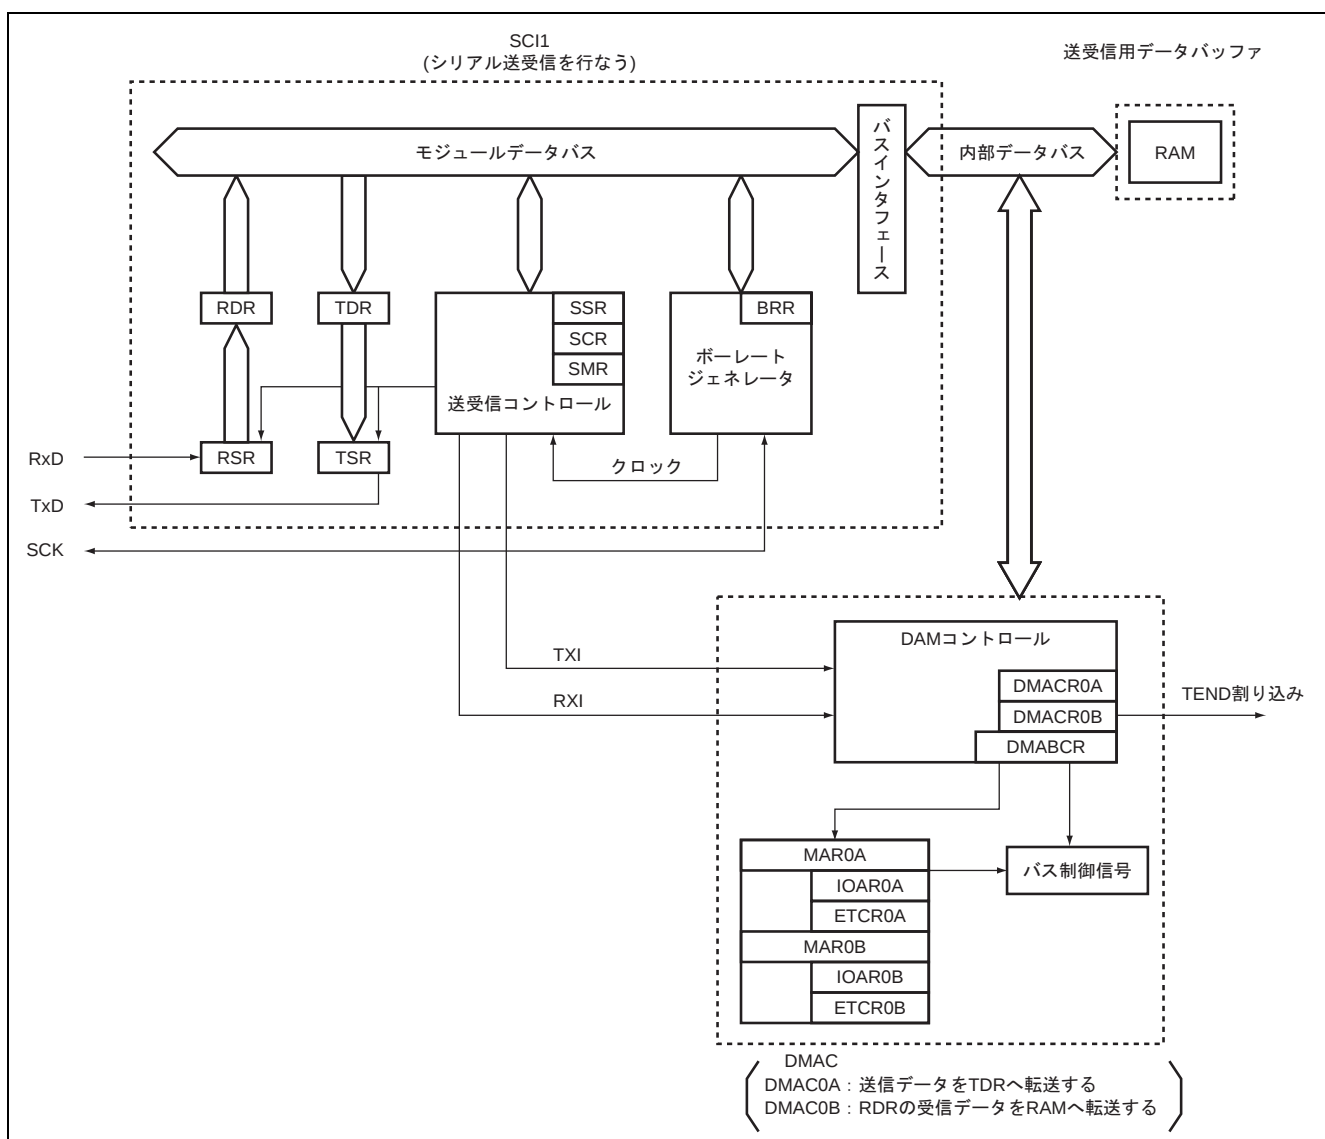

図2 SCI 連続送受信ブロック図
(1) 図2に本タスクで使用する H8S/2339 の内蔵機能を示します。図2に示すように DMAC0A, DMAC0B および SCI1 を使用して高速にシリアル通信を行ないます。